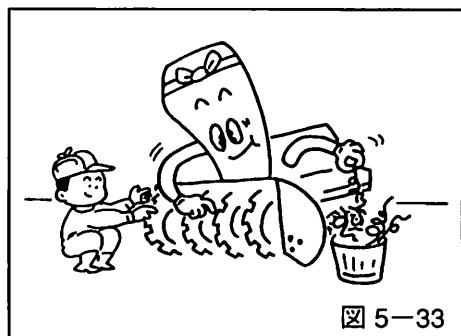

図 5-33
2. プロワ及びオーガ軸にビニール紐などが巻き付いていたら、取り除いてください。そのまま運転しますと、オーガミッションのオイルシールを傷め、オイル漏れの原因になります。(図5-33参照)